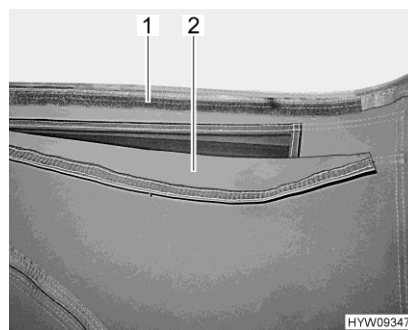

Fig. 86 Aerazione (aperta)
- Portare verso l'alto la membrana in tessuto (Fig. 86,2) e spingerla sulla parte in velcro (Fig. 86,1).